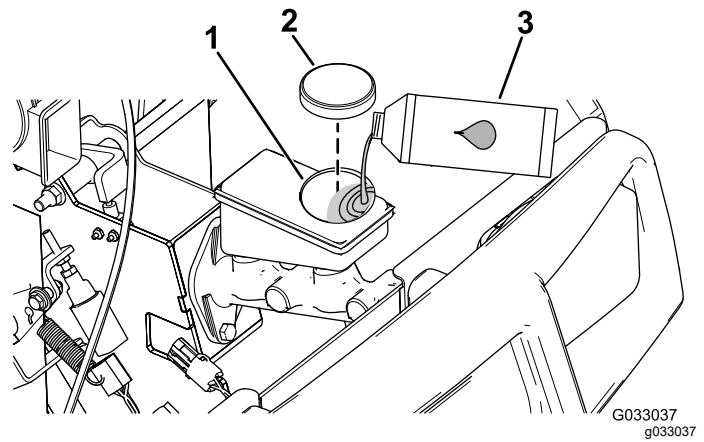

Figura 65
4. Eleve novamente o capot para aceder ao cilindro principal do travão e reservatório (Figura 65).
- A. Limpe a zona em redor da tampa do reservatório e retire-a (Figura 65).
- C. Coloque a tampa do reservatório (Figura 65).